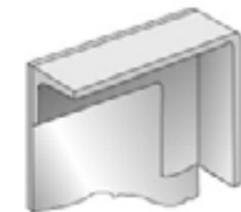

Ilustración 33
7. Grosor desigual en las articulaciones (Ilustración 33)